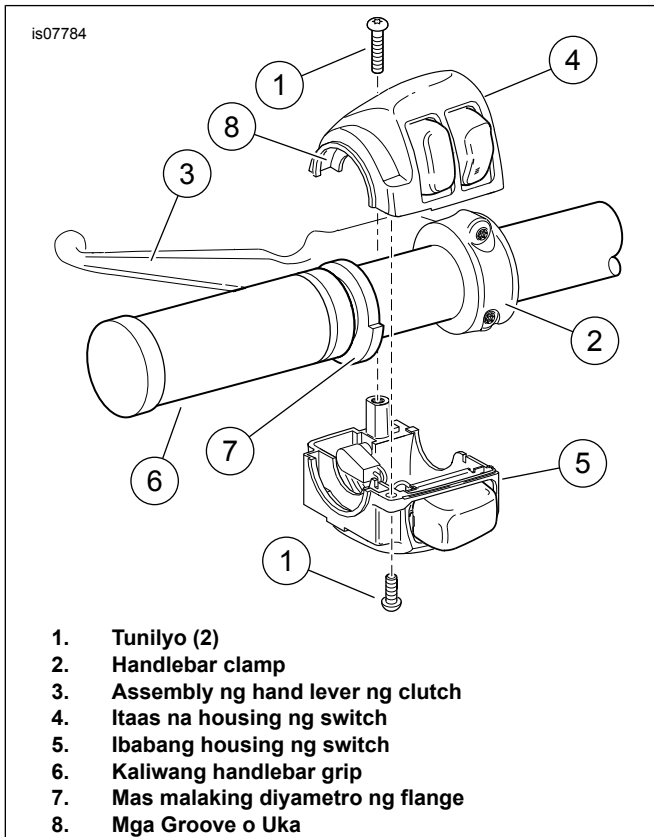
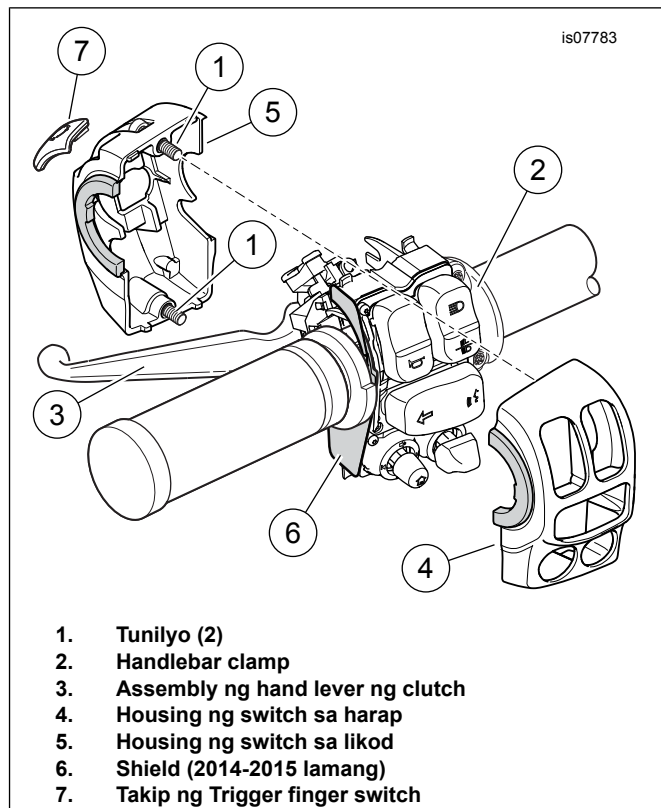

Figure 1. Housing ng Switch ng Kaliwang Handlebar (2008-2013 na Touring at 2006-Mas Bagong Softail)
Figure 2. Housing ng Switch ng Kaliwang Handlebar (2014-Mas Bagong Touring)
- a. Sumangguni sa Figure 1 o Figure 2 . Luwagan ang dalawang turnilyo (1) at ang handlebar clamp (2).
- b. Iposisyon ang assembly ng hand lever ng clutch (3) nang malayo sa housing ng switch.
1. Tingnan ang Figure 1 . Iposisyon ang kaliwang heated grip (6) upang mapunta sa ibaba ang mas malaking bahagi ng diyamtero ng flange (7). Idiin nang husto ang grip sa handlebar.
- a. Iposisyon ang ibabang housing ng switch sa ilalim ng grip. Ang mga groove o uka (8) sa outboard na panig ng housing ng switch ay dapat magkasya sa ibabaw ng flange sa dulo ng grip.
1. Tingnan ang Figure 2 . **2014-2015 na Modelo:** Tiyakin na ang shield (6) ay nasa tamang posisyon sa outboard na panig ng modyul ng switch.
- a. Ikaabit ang mga seksyon ng housing ng switch (4, 5) sa modyul ng switch. Higpitan ang mga captive na turnilyo (1) hanggang sa masikip na.
- b. Ikaabit ang lever assembly ng kontrol ng clutch (3).
- c. Ikaabit ang handlebar clamp (2) gamit ang dalawang turnilyo na bago lang inalis, ngunit huwag higpitan.
- e. Ipasok ang takip ng trigger finger switch (7) pakanan upang ikaabit.